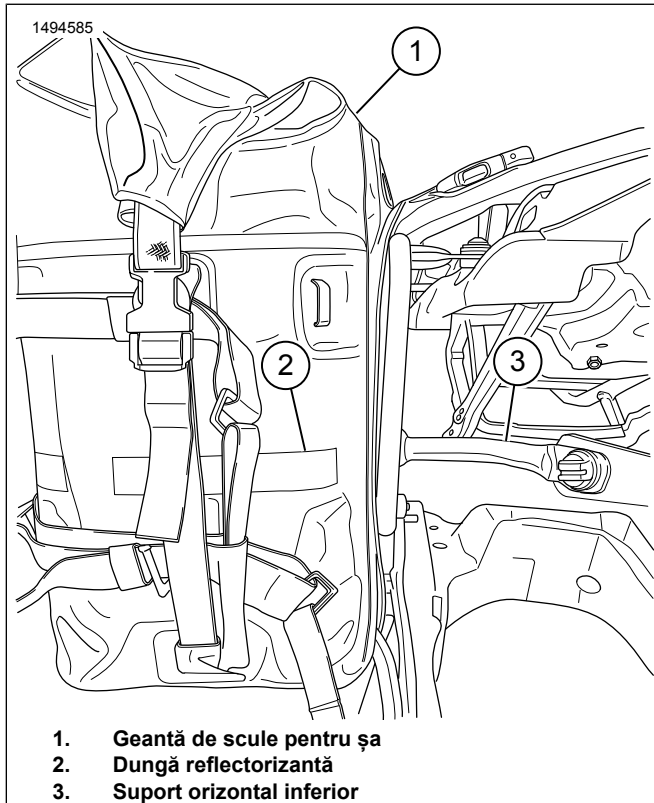

Figura 4. Instalare desagă
5. Figura 4 Aliniați dunga reflectorizantă (2) de pe desagă cu suport orizontal inferior (3). Reglați curelele după cum este necesar.